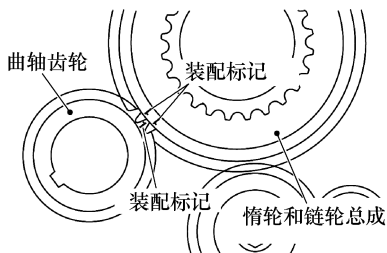

图 4-29 检查装配标记对齐
2) 检查确认惰轮和链轮总成上的装配标记“1”与曲轴齿轮上的装配标记对齐,如图 4-29 所示。